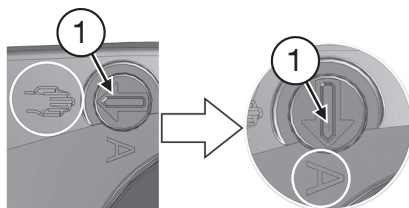

Fig. 14
6. Resetați comutatorul de funcționare (1) înapoi pe modul automat. Pentru aceasta, rotiți spre stânga comutatorul cu 90° în sens invers acelor de ceasornic folosindu-vă de o șurubelniță, astfel încât creștătura să se afle în poziție verticală și vârful săgeții să indice spre „A“ (fig. 14).